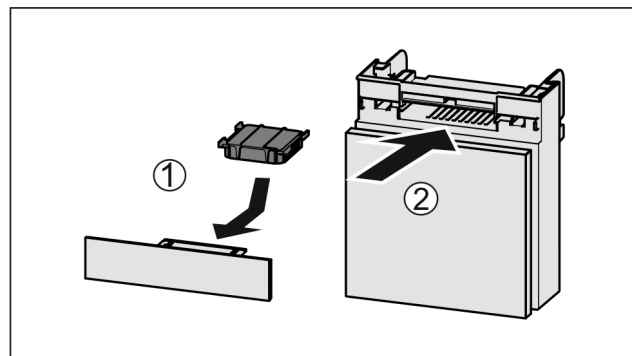

Fig. 219
- ▶ 按图装入 Fig. 219 (1)活性炭过滤器。
- ▶ 推入 Fig. 219 (2)抽屉。